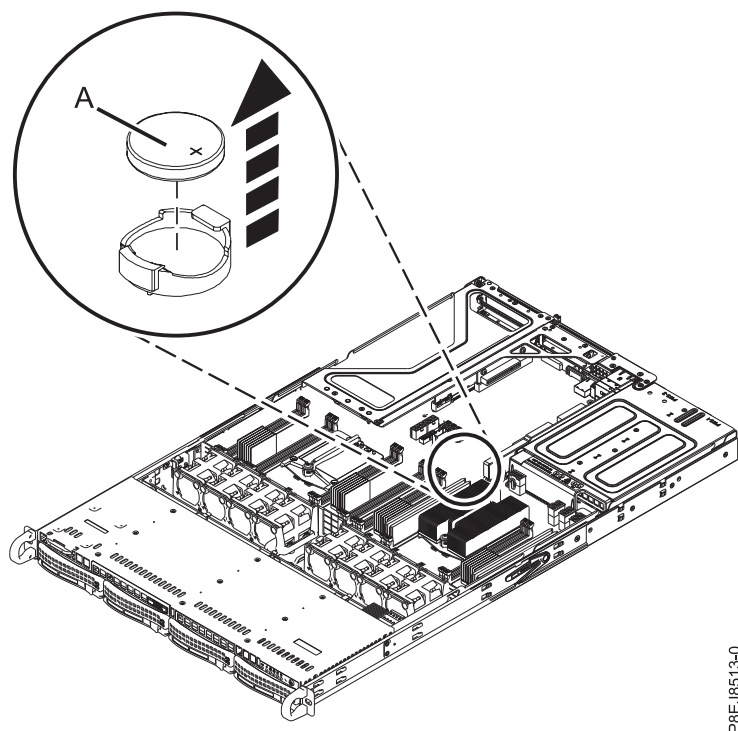

図 59. 時刻バッテリーの位置
2. 親指を使ってスプリング・ラッチをシステムの背面方向へ押して時刻バッテリー (A) を取り外し、バッテリーを解放します。図 59 に示すようにバッテリーを持ち上げます。バッテリーを取り外す際に、バッテリーをスロットから取り出すために金属製の工具を使用しないでください。